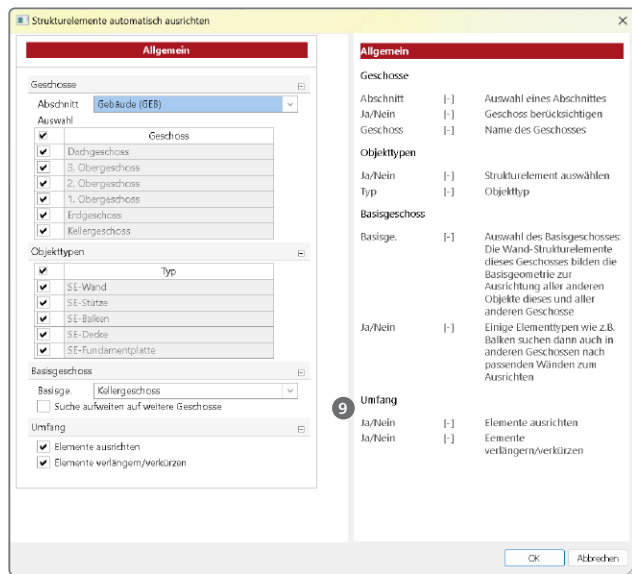

Bild 8. Steuerung der automatischen Ausrichtung
Entscheidend für eine erfolgreiche automatische Ausrichtung ist die Wahl eines Basisgeschosses (Bild 8 ⑨). Insbesondere bei großen geometrischen Unterschieden zwischen den Geschossen ist die Entscheidung, welche Wand in welchem Geschoss verschoben oder belassen wird, keine Frage von